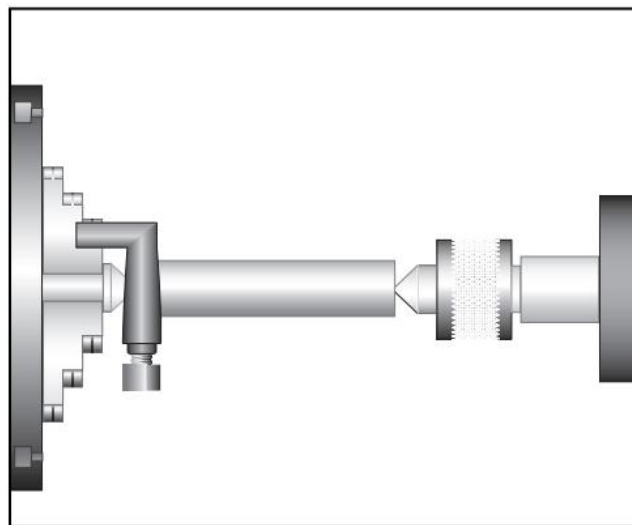

Figure 31
3. Fixez un toc de tour à la barre et montez-la entre les pointes. Voir la **Figure 31**.